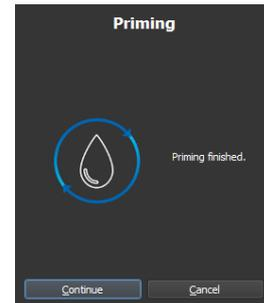

Abbildung 3. Schritte des Prime Programms
7. Klicken Sie dazu auf Prime  in der Hauptleiste und dann auf Start  (s. Abbildung 3) und folgen Sie den Anweisungen durch das Prime-Programm (s. Abbildung 3).